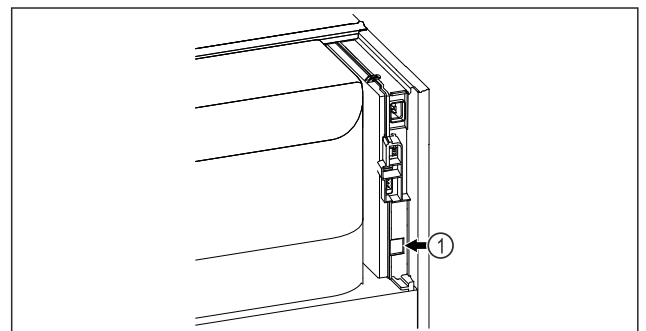

Fig. 100
- SmartModule Fig. 100 (1) встановлено.